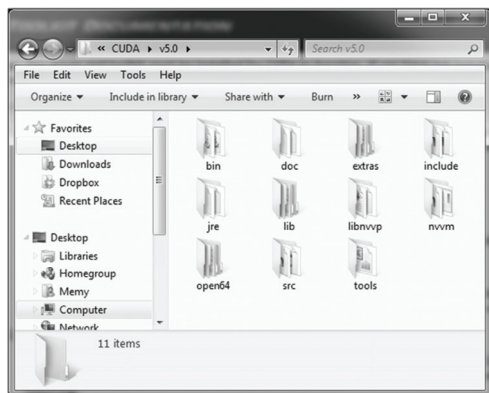

图 A.5 Windows CUDA 默认安装目录
- 对于 Windows 7 (64 位), 默认安装目录为 C:\Program Files\NVIDIA GPU Computing Toolkit\CUDA\v5.0, 如图 A.5 所示。